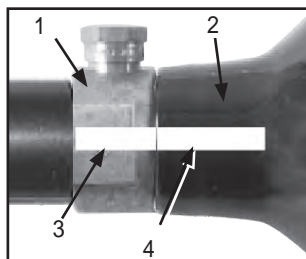

Figura 4: Cilindro y válvula marcas
La válvula de bronce o níquel (Figura 4, #1) ha sido fabricada para estar unida al cilindro de aire o de CO2 (2).
Referirse a la Figura 4. Han habido reportes de incidentes causados por jugadores que sin conocimiento desatornillan el cilindro (2) de la válvula (1). Esto ocurre cuando el jugador piensa que el ensamble cilindro y la válvula han sido desatornillado de el adaptador de suministro de aire de el marcador de paintball, cuando en realidad están desatornillando el cilindro de la válvula del cilindro.
4. Mire las marcas en el cilindro y en la válvula (como se observa en la figura 4 en la página 8) cuando de vuelta al cilindro  $\frac{3}{4}$  de vuelta aproximadamente en sentido contrario a las agujas del reloj.